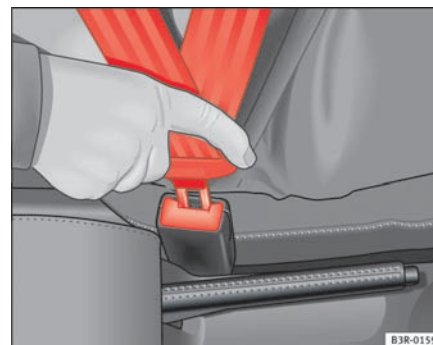

Fig. 11 Sikkerhedsselens selelås og låsetap
- Stik låsetappen ind i den selelås, der hører til den pågældende siddeplads. Du skal kunne høre, at den går i hak ⇒ side 21, fig. 11.